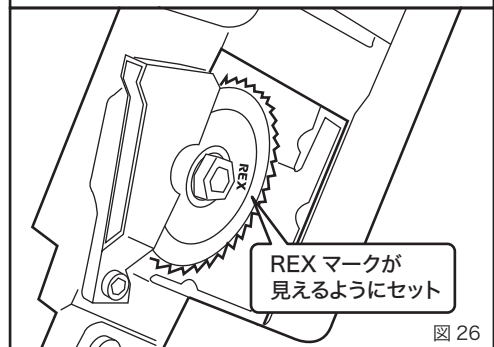

図 26
- ④刃物の取付け方向は REX マーク及び文字が刻印されている面を表に向けて取り付けてください。(図 26)
- ⑤刃物の交換が終わったら、必ずカバーを取り付け、止めねじをしっかり取り付けてください。